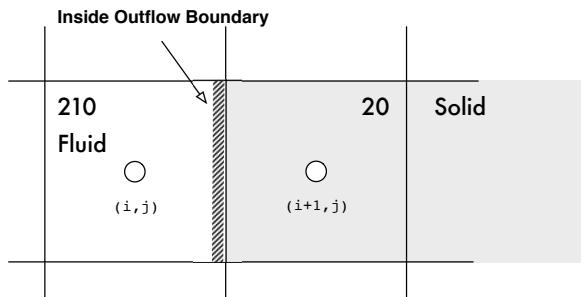

図 6.8 計算内部領域における流出境界の設定
■流れの境界条件 計算領域内部に設定する流出境界について説明します。内部境界の場合には流出側のセルは固体セルであり、かつ流出方向に2セル必要になることに注意してください。つまり、図6.8においては、セル(i, j)は流体、セル(i+1, j)は固体を指定します。ハッチング部分、つまり(i, j)セルの固体セルに隣接する面が流出境界として指定されています。計算内部領域における境界面は、次のように対象となる面をid=20とid=210の2つのIDで挟むことにより指定します。速度の流出面における対流速度の評価方法として流出コンポーネントの平均速度を用い、流出面における圧力境界は圧力勾配ゼロとしています。